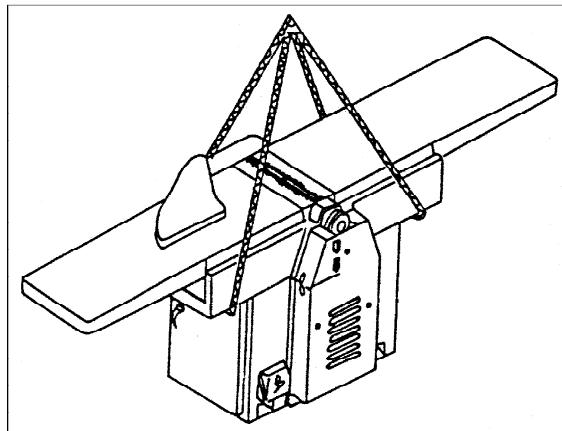

Рис.1
3. Снимите станок с поддона с помощью строп. Грузоподъемность строп должна составлять не менее 346 кг. Стропы следует провести под основаниями столов, как показано на Рис. 1. Не устанавливайте стропы под столами.